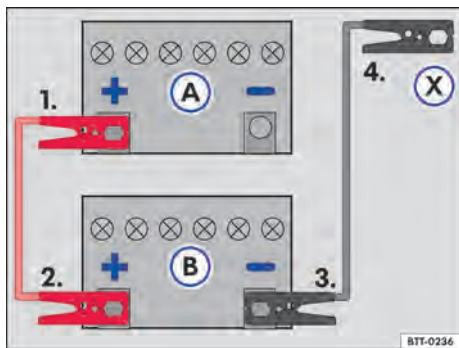

Fig. 200 Esquema para a conexão dos cabos auxiliares de partida: bateria do veículo descarregada (A) e bateria do veículo fornecedora de corrente (B).
Legenda para → Fig. 200:
Conectar o cabo auxiliar de partida somente na sequência 1 – 2 – 3 – 4 → Fig. 200.
- Conectar uma extremidade do cabo auxiliar de partida *vermelho* ao polo positivo (+) do veículo com a bateria do veículo descarregada → Fig. 200 ① → ▲.
- Conectar a outra extremidade do cabo auxiliar de partida *vermelho* ao polo positivo (+) do veículo fornecedor de corrente ②.
- Conectar uma extremidade do cabo auxiliar de partida *preto* ao polo negativo da bateria do veículo fornecedor de corrente ③.
- Conectar a outra extremidade do cabo auxiliar de partida *preto* (X) no veículo com a bateria descarregada no ponto de auxílio à partida (ponto de aterramento) ou em uma peça de metal parafusada firmemente no bloco do motor – porém não nas proximidades da bateria ④ → ▲.